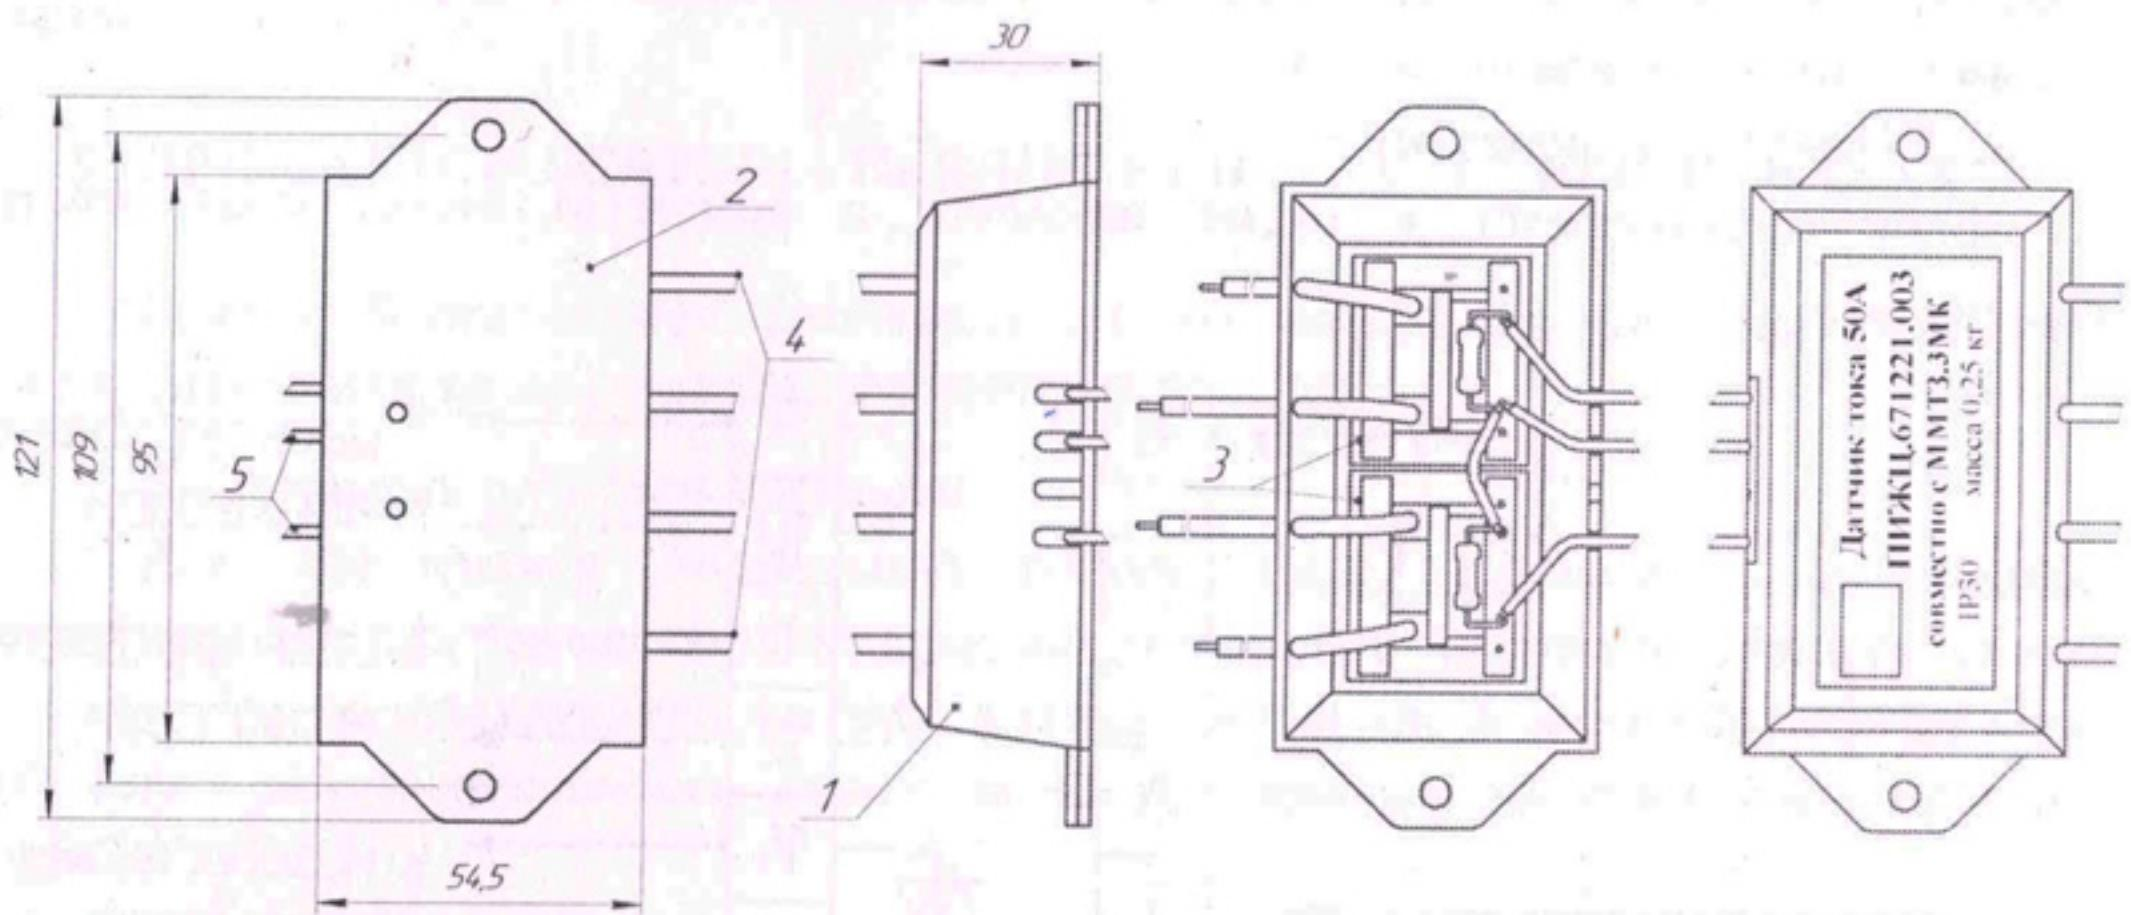

Рисунок 2 – Комплект трансформаторов тока
- комплекта трансформаторов тока – см. рисунок 2